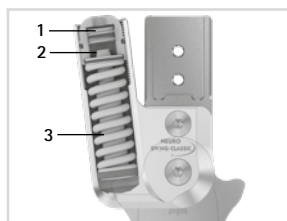
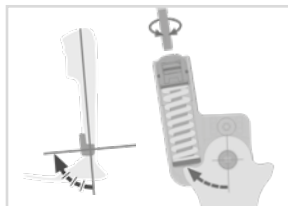
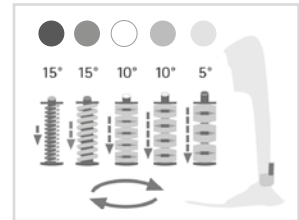

Fig. 19
Fig. 21
Fig. 23
Ortosens struktur kan tilpasses med strukturstillskruen (1; fig. 19). Ta hensyn til at det maks. er tillatt med finjusteringer på 10°. Ikke forhåndsstram fjærenheten, ettersom det kan føre til skader på systemleddet.
- Hvis du vil øke vinkelen i plantarfleksjon, dreier du fjærenheten innover med strukturstillskruen (fig. 21). Pass på at leddvinkelen ikke ligger utenfor grademerkene.
- Hvis du vil redusere vinkelen i dorsalekstensjon, dreier du fjærenheten utover med strukturstillskruen (fig. 21). Pass på at leddvinkelen ikke ligger utenfor grademerkene.
Bevegelsesbegrensningsskruen (2; fig. 19) muliggjør trinnløs endring av bevegelsesfriheten i plantarfleksjon eller dorsalekstensjon. Alle fjærenheter er stilt inn med maks. mulig bevegelsesfrihet. De finnes i trinn på 5°, 10° og 15°. Ved å skru inn bevegelsesbegrensningsskruen kan den maksimale bevegelsesfriheten begrenses eller blokkeres helt (fig. 21).
Fjærstyrken kan endres ved å bytte fjærenhetene (3; fig. 19). Avhengig av nødvendig fjærstyrke må du sette den passende fjærenheten inn i fjærkanalen. Det finnes fem fjærenheter med fjærkraft fra normal til ekstra kraftig (fig. 23). Vær oppmerksom på at fjærenheten avgjør maksimalt mulig bevegelighetsfrihet.